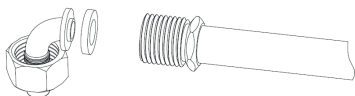

Figura 01
- Com o auxílio de uma ferramenta adequada, encaixe o conector saída de gás no produto com o anel de borracha, certifique-se que está corretamente encaixado e utilize a chave somente para o aperto final, inicialmente utilize os dedos para encaixar o conector. (Figura 01)